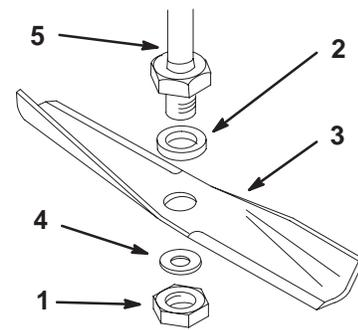

Bild 25
Hinweis: Vergewissern Sie sich, dass sich das Messer und die Schrauben an den Stellen befinden, wie in Bild 25 angegeben.
3. Entfernen Sie die Mutter, Scheibe (dick), das Messer und die flache Scheibe (Bild 25). Sie können einen Holzklötz zwischen das Schnittmesser und das Mähwerk keilen, um das Schnittmesser beim Entfernen der Schraube zu blockieren.
1. Bringen Sie die Scheibe, das Schnittmesser, die flache Scheibe und die Messermutter an (Bild 25).